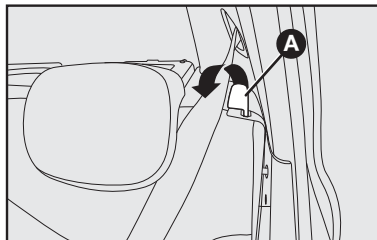
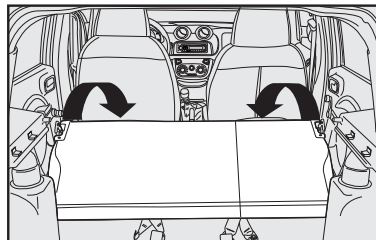

fig. 82
fig. 83
3) Desengatar o encosto, movendo as alavancas laterais **A-fig. 82**.
4) Rebater para a frente o encosto, passando os cintos pelos lados, até que este se apoie sobre o assento traseiro **fig. 83**.
O banco traseiro bipartido em algumas versões permite ampliar apenas parte do porta-malas, tendo a opção de rebater o banco individual ou duplo. Para isso, destravar a alavanca da direita ou da esquerda **A-fig. 82** e rebater para a frente o encosto e o assento **fig. 83** e **84** até obter uma única superfície de carga.
ADVERTÊNCIA: o encosto do banco traseiro pode ser colocado em duas posições, de acordo com a necessidade de mais ou menos espaço no porta-malas. Para alterar a posição do encosto, puxe a alavanca **A-fig. 82**.